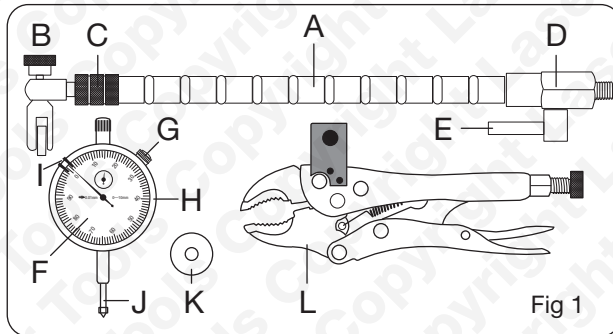

Fig 1
- Zet het meetklokje op nul door eerst de remschijf te draaien totdat de laagste waarde wordt aangegeven en draai vervolgens de borgschroef (G) van de buitenring los en draai de ring (H) om de naald op nul te zetten. Draai de borgschroef (G) van de ring vervolgens vast. Afb. 1 en 3.
- Markeringen (I) kunnen worden verplaatst om de twee uitersten in de naaldbeweging en de slingering aan te geven. In plaats daarvan kunnen de markeringen op de maximale fabriekswaarde worden ingesteld en kan de schijf vervolgens worden gedraaid. Als de naald binnen de markeringen blijft, is de slingering van de schijf acceptabel.